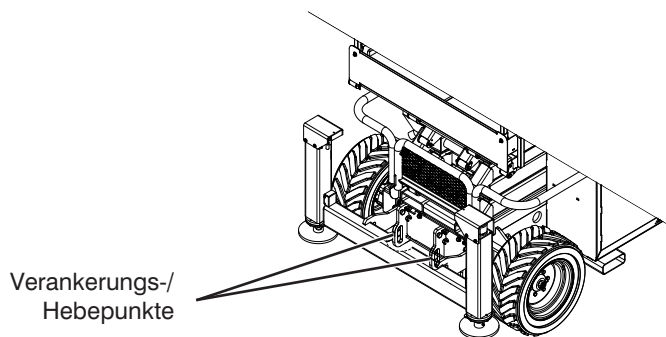

Abbildung 3-6. Verankerungs-/Hebepunkte
- Die Hebevorrichtung muss an allen vier Hebepunkten, wie in Abbildung 3-6 dargestellt, befestigt werden.
Beim Transport muss die Arbeitsbühne auf dem Lastwagen bzw. Anhänger gesichert werden. Verankerungen sind, wie in Abbildung 3-6 dargestellt, verfügbar.